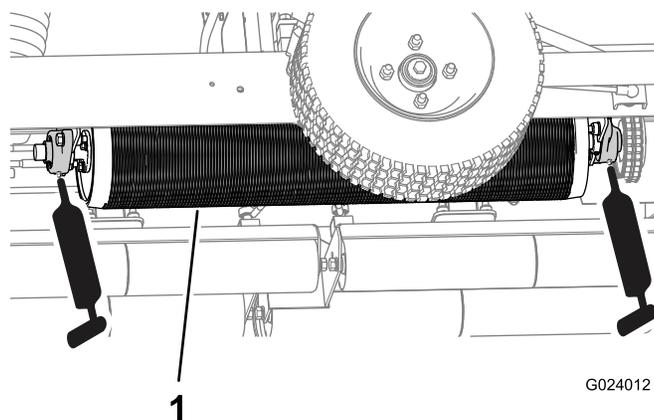
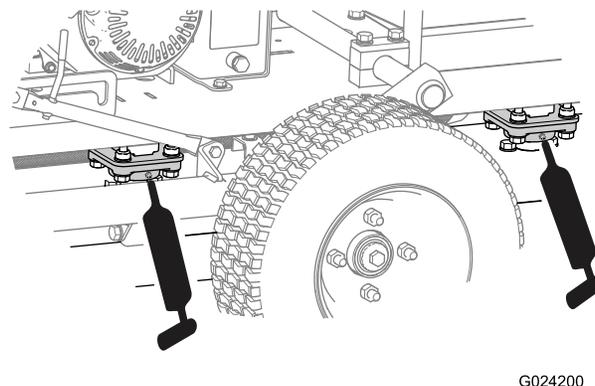

Figura 21
Figura 22
2. Coloque lubrificante nas áreas, conforme indicado na Figura 21 e na Figura 22.